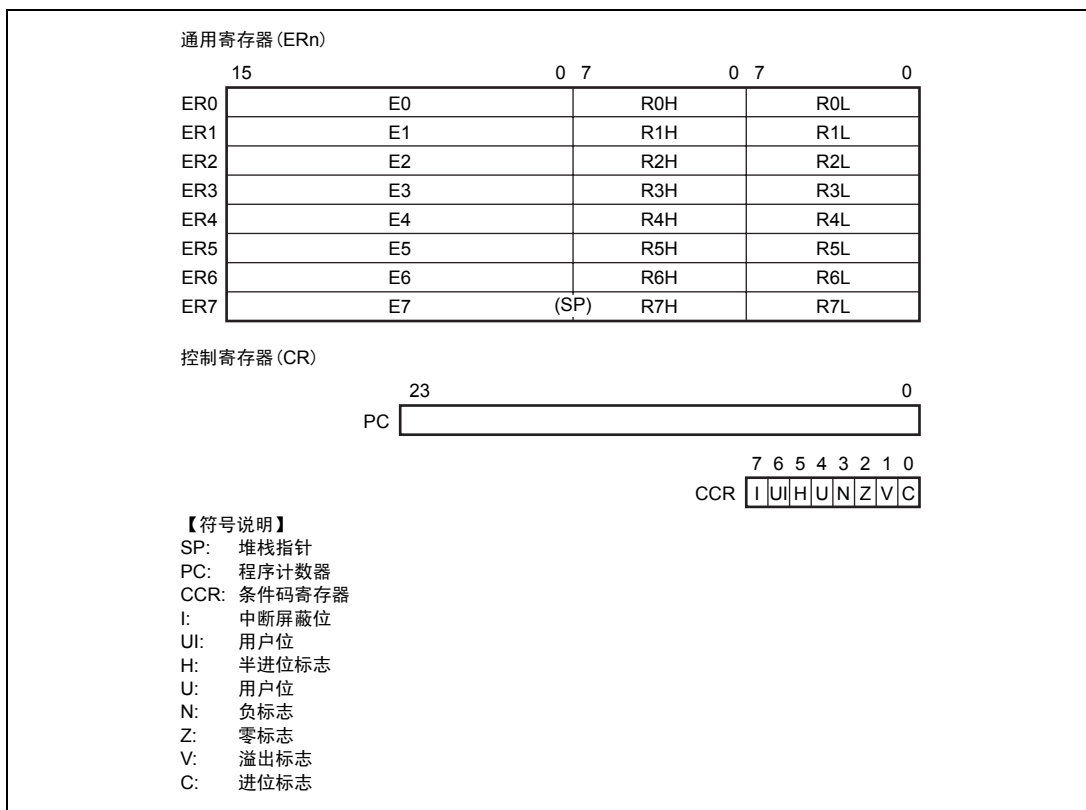

图 2.2 CPU 内部寄存器构成
H8/300H CPU 的内部寄存器结构如图 2.2 所示。这些寄存器分通用寄存器和控制寄存器 2 种。控制寄存器有 24 位程序计数器 (PC) 和 8 位条件码寄存器 (CCR)。